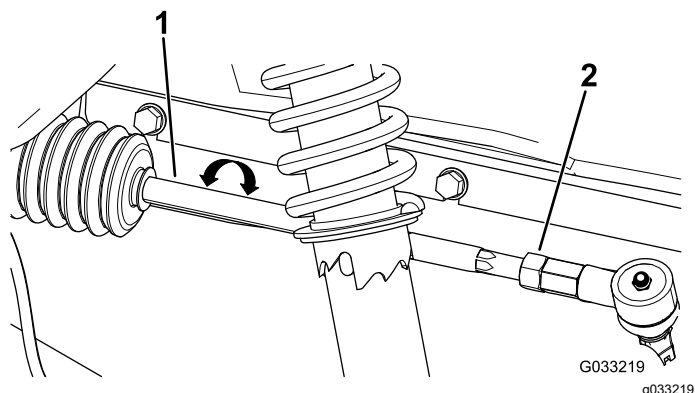

Figure 48
4. Si les mesures ne sont pas comprises entre 0 et 6 mm, desserrez les écrous de blocage aux deux extrémités extérieures des biellettes (Figure 48).